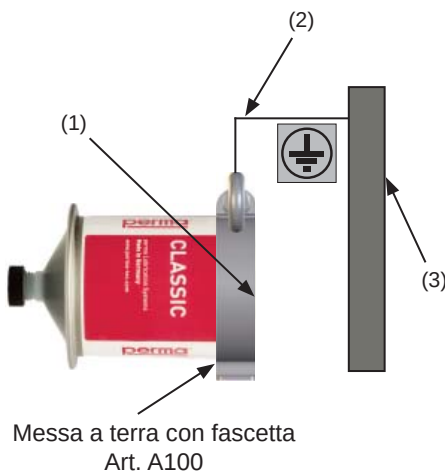

Fig. 6
Il lubrificatore può essere installato in aree potenzialmente a rischio di esplosione solo se viene effettuata una opportuna messa a terra collegando la **Fascetta** (vedere cap. 7), fissata all'estremità superiore del lubrificatore (1), ad una parte strutturale del fabbricato in grado di derivare la corrente (3) mediante un cavo (2) – vedere fig. 6.